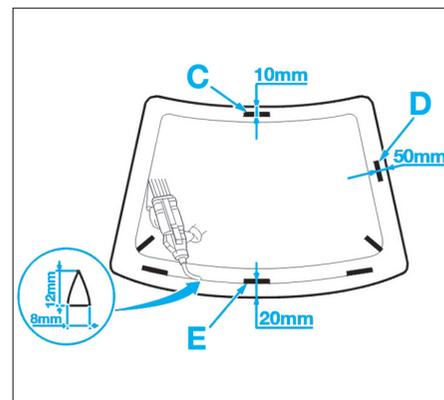

FIG. 10
- Découper l'embout de la buse au \rightarrow 8 mm sur une hauteur de 12 mm (Fig.10).
- (C) à 10 mm du bord,
- (D) à 50 mm du bord,
- (E) à 20 mm du bord.